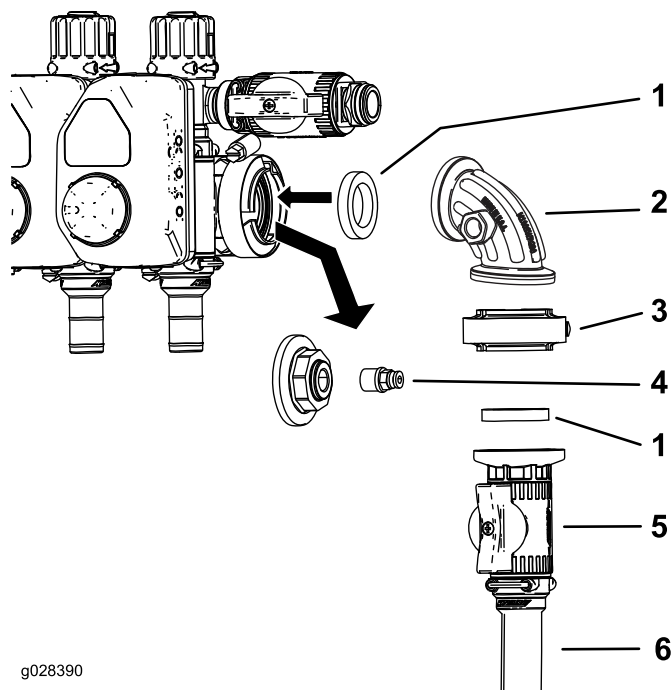
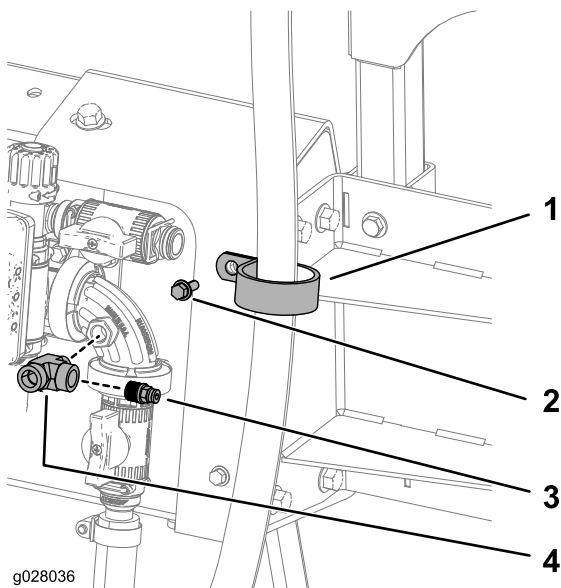

Figura 13
Figura 14
1. Desconecte el tapón y el acoplamiento del orificio del manómetro (Figura 13).
2. Instale el conjunto de la válvula de control según se muestra en Figura 13.
3. Instale el acoplamiento en el orificio abierto del acoplamiento de 90 grados (Figura 13 y Figura 14).
4. Conecte la manguera de suministro del carrete de la manguera a la válvula de control con una abrazadera (Figura 13).
5. Sujete la manguera (71 pulgadas) al soporte superior con 1 abrazadera en R, 1 perno (1/4-20 x 3/4 pulgada) y 1 tuerca (1/4-20 pulgada), según se muestra en Figura 14.
6. Aplique cinta PTFE a las roscas del acoplamiento en T, y conecte el acoplamiento en T a la válvula de control (Figura 14).
7. Aplique cinta PTFE a las roscas del acoplamiento, y conecte el acoplamiento al acoplamiento en T (Figura 14).